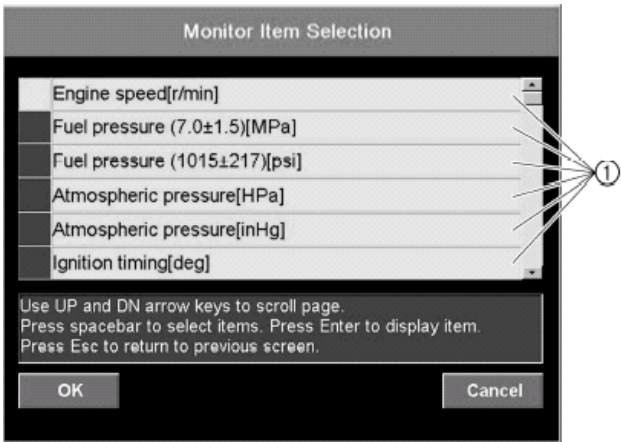

Рис. 48
2. Выбрать элемент или щелчком по нему или нажатием клавиши курсора вверх или вниз на клавиатуре, и затем нажать клавишу "пробел". (Рис. 48)
3.Щелкнуть **Ввод(OK)** или нажать Enter на клавиатуре. появится Окно **Мониторинг двигателя(Engine monitor)** . Чтобы отменить мониторинг, щелкните **Отмена(Cancel)** или нажмите, Esc на клавиатуре. (Рис. 48)